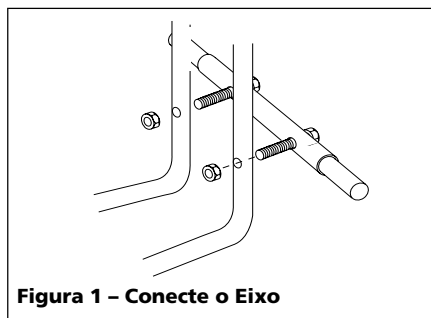

Figura 1 - Conecte o Eixo
2. Coloque a bomba em posição vertical e segure-a com firmeza. Conecte o eixo à base do carrinho inserindo os parafusos pré-montados nos orifícios ali existentes. Fixe cada parafuso com uma porca de 6,4 mm (1/4") - 20. Use a chave de 11,1 mm (7/16") para apertar (Veja a Figura 1).